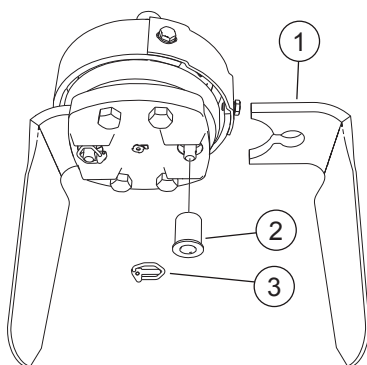

FIG. 38
- Rimuovere la copiglia (3, "Fig. 38").
- Estrarre la boccia (2).
- Estrarre l'utensile (1).